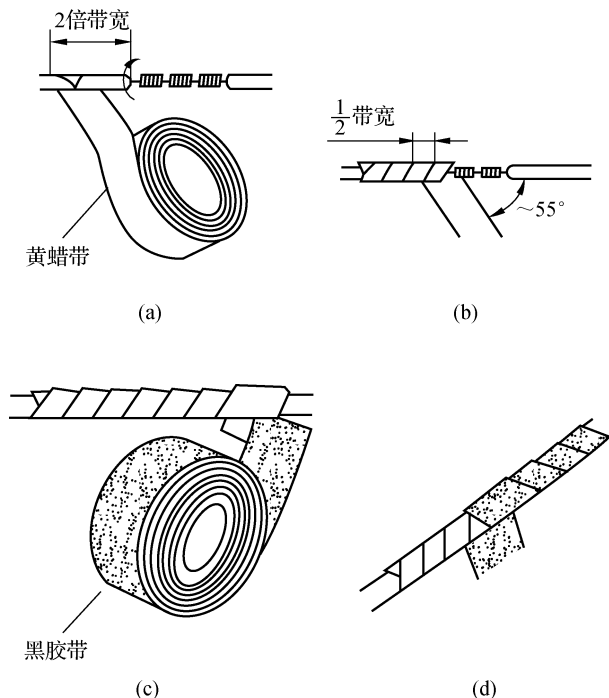

图 1-7 一般导线接头的绝缘处理
(1)一般导线接头的绝缘处理。一字形连接的导线接头可按图 1-7 所示进行绝缘处理,先包缠一层黄蜡带,再包缠一层黑胶带。